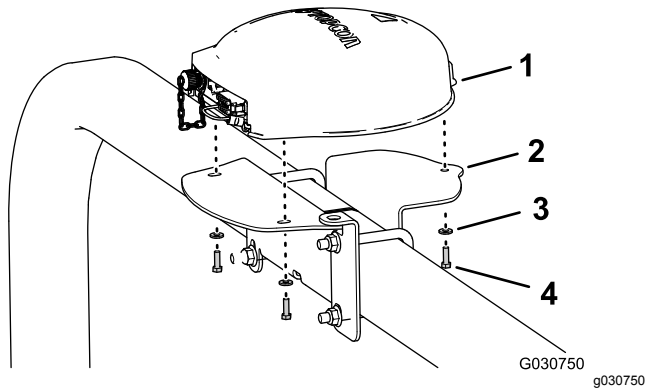

图 151
- 将导航接收器底座的 3 个螺纹柱与接收器安装支架上的 3 个孔对齐图 151。
- 使用 3 个六角头螺栓 5 x 16mm 和 3 个垫圈 5mm 将接收器组装到安装支架上图 151。